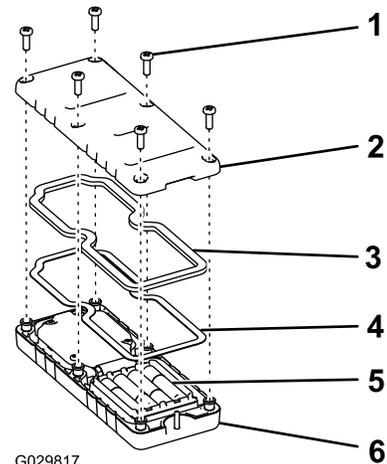

図 40
1. リモートの裏側にあるねじ6本を外してカバーを取る(図 40)。
5. カバーを元通りに取り付け、先に取り外したねじ6本を使って固定し 図 40、各ねじを  $1.51.7\text{N}\cdot\text{m}$   $0.15\text{-}0.17\text{ kg}\cdot\text{m} = 13\text{ }15\text{ in}\cdot\text{lb}$  にトルク締めする。